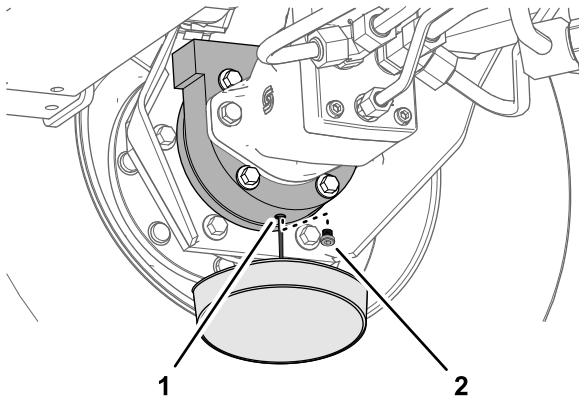

Figura 102
6. Coloque un recipiente debajo del alojamiento del freno, retire el tapón de vaciado y deje que se drene el aceite totalmente (Figura 102).